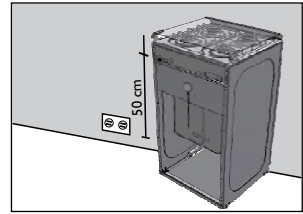

Figura 8
- La distancia mínima entre el tomacorriente y la entrada de gas del producto debe ser de 50 cm. (Ver Figura 8)